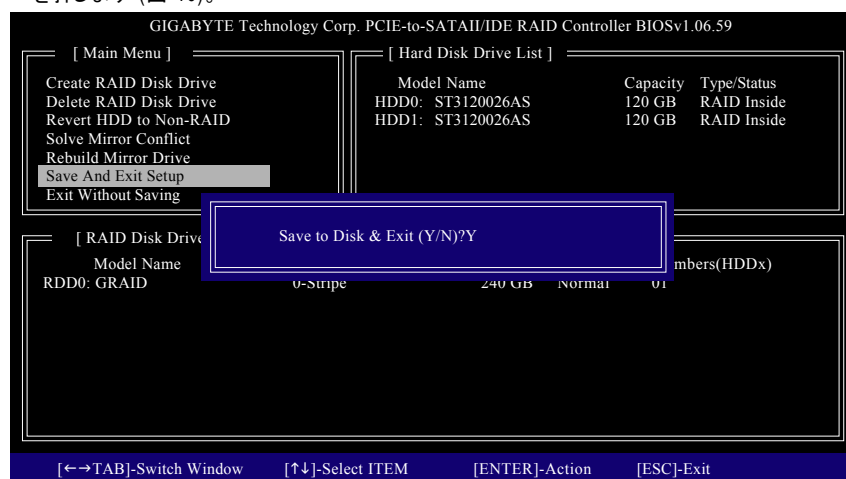

図 10
7. セットアップを保存して終了: RAID アレイを設定した後、メインスクリーンで **Save And Exit Setup** アイテムを選択し設定を保存してから RAID BIOS ユーティリティを終了し、<Y>を押します (図 10)。